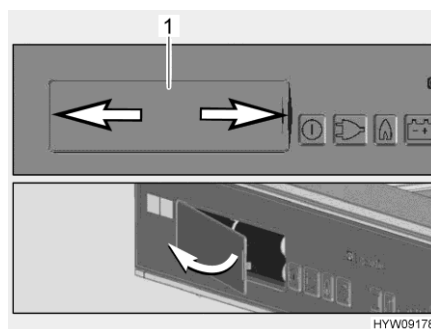

Fig. 155 Vano batteria
- Premere contemporaneamente a sinistra e a destra sul coperchio (Fig. 155,1) del vano batteria (freccia).